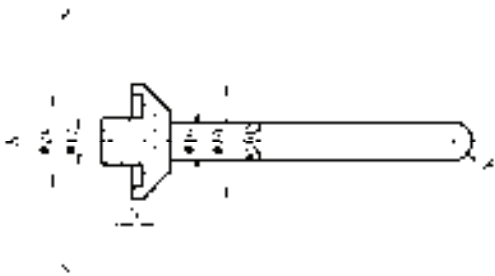

图 6-48 标注角度尺寸
6) 标注角度尺寸。单击“标注”工具栏中的“角度”按钮, 对图形进行角度尺寸标注, 结果如图 6-48 所示。